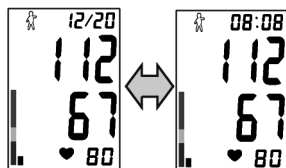

Fig. 13
- Apertar «M1» ou «M2» para gravar o valor medido na correspondente memória. Por exemplo: apertando «M2», o visor mostrará os dizeres ilustrados na Fig. 13. Se o utilizador não aperta o botão, o valor medido não será gravado;